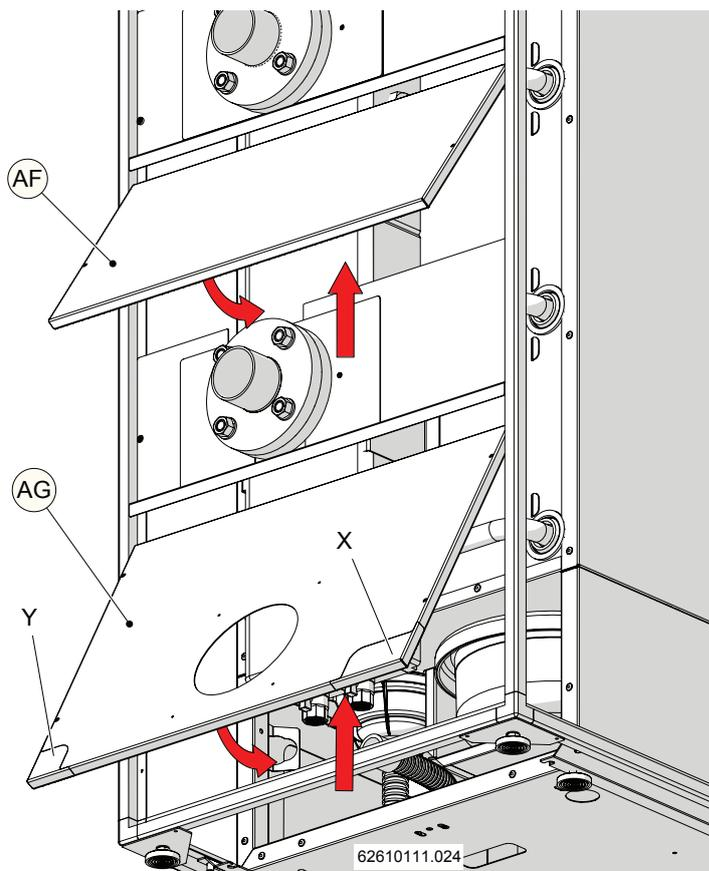
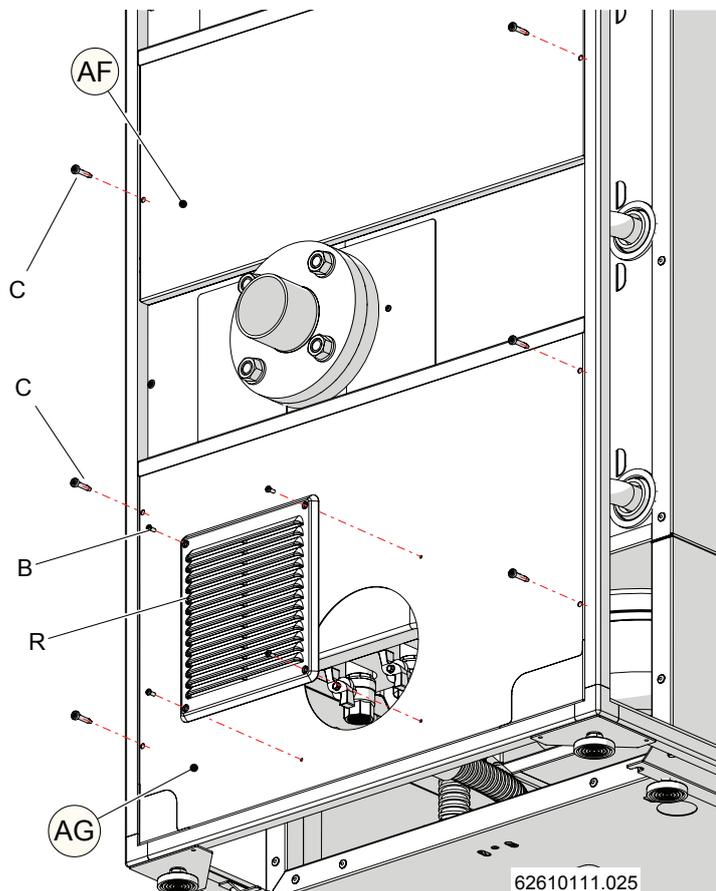

Figura 5-76
Figura 5-77
11.-rimuovere i dischi pretranciati dalle coperture "AG" e "AH" come mostrato nelle Figure 5-49 e 5-50 e, a seconda della tipologia di impianto elettrico e di smaltimento delle condense presente sul luogo di installazione dell'apparecchio, è possibile rimuovere o meno i pretranci "X" e "Y" dalla copertura "AG" di Figura 5-76;
12.-inserire le coperture "AF" e "AG" come indicato in Figura 5-76 e fissarle alla struttura con le viti "C" (Figura 5-77). Applicare, quindi, la grata anti-pioggia "R" sulla copertura "AG" tramite le viti "B", come mostrato in Figura 5-77;